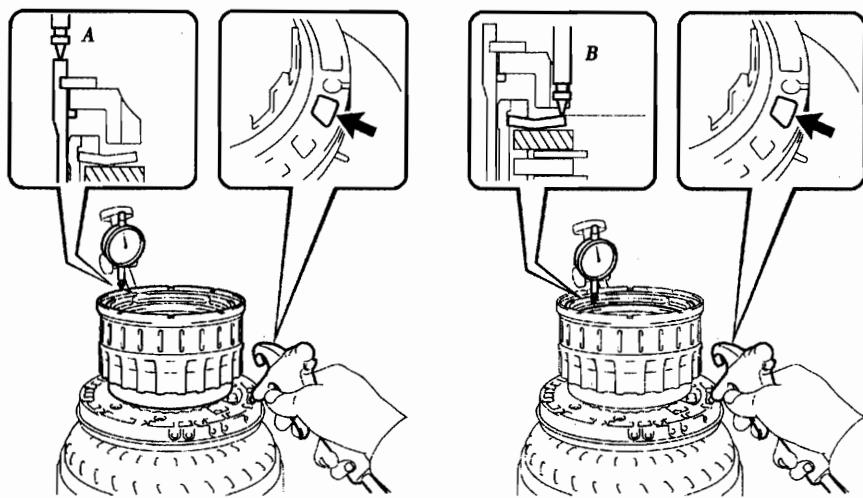

图 12-1-153
(9) 检查倒挡离合器的装配间隙。如图 12-1-153 所示，在离合器两端用百分表沿直径方向测量倒挡离合器活塞行程 (A) 和倒挡离合器法兰的移动距离 (B)，同时用 392kPa 的压缩空气吹油孔，并计算均值。装配间隙为 0.5~0.8mm。注意：在测量移动距离时，安装可选法兰。活塞行程 (A) = 1.05~2.15 (mm)，法兰的移动距离 (B) = 0.72~1.08 (mm)，装配间隙 = 活塞行程 (A) - 法兰的移动距离 (B) - 0.06 (mm)。若装配间隙超过标准值，则选择并安装能够保证装配间隙在标准值以内的离合器法兰。有 11 种厚度的离合器法兰可供选择，用以调节装配间隙。法兰厚度参数见表 12-1-10。